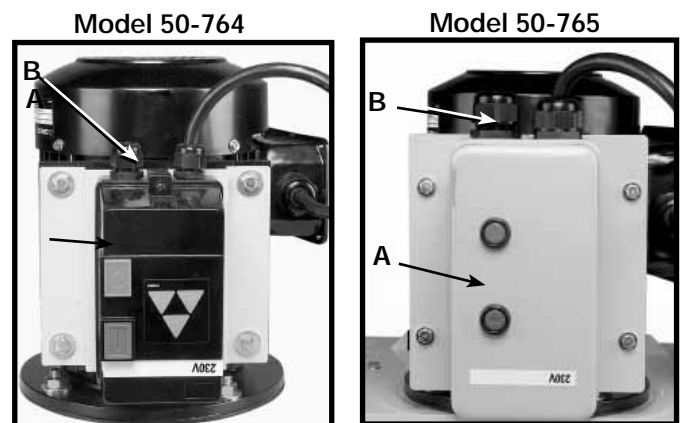
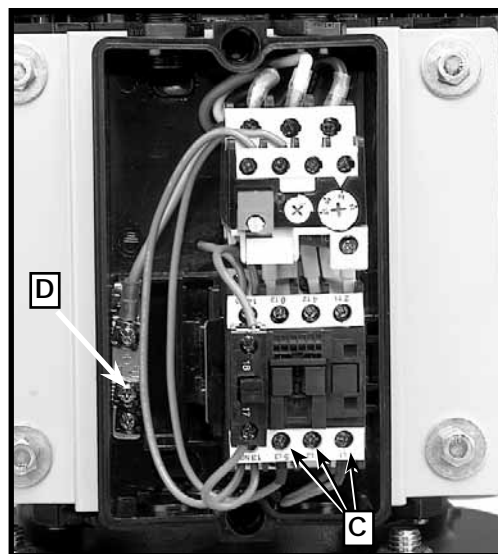
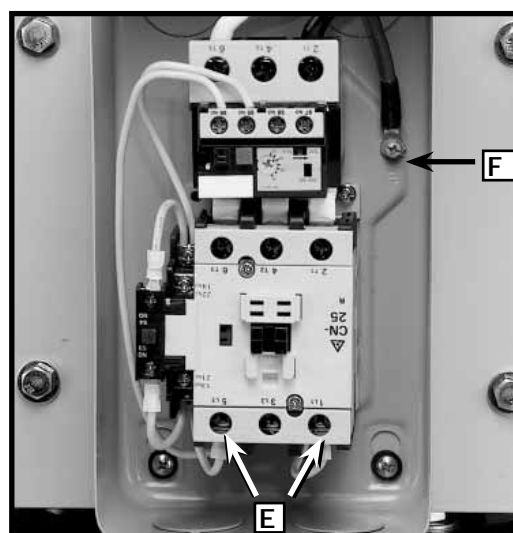

Fig. 14
Fig. 15
Fig. 16
1. Pour brancher le dépoussiéreur à un réseau électrique, retirer le couvercle du contrôleur (A) fig. 14.
2. Passer le fil triphasé par le trou d'accès (B) fig. 14, au haut du boîtier du contrôleur et relier les trois fils actifs aux bornes (C) fig. 15, et le fil vert à la vis de mise à la terre (D).
3. Une fois l'appareil branché, s'assurer que le moteur tourne bien dans la bonne direction en observant la direction de la rotation du ventilateur du souffleur. Le ventilateur devrait tourner en sens horaire. Il est possible d'inverser la rotation du moteur en interchangeant n'importe quel deux fils des trois fils actifs entrants qui sont reliés aux bornes (C) fig. 15.
2. Passer le fil monophasé par le trou d'accès (B) fig. 14, au haut du boîtier du contrôleur et relier les deux fils actifs aux bornes (E) fig. 16, et le fil vert à la vis de mise à la terre (F).